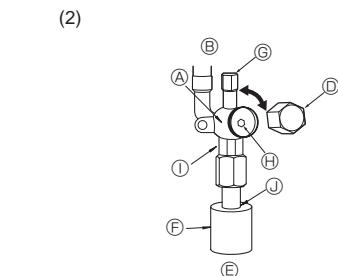

Fig. 4-7
- Côté liquide de RP100-250 et côté gaz/liquide de RP35-71 (Fig. 4-7)